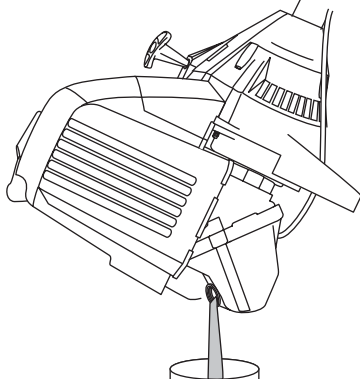

Fig. 30
3. Versez l'huile de l'orifice de remplissage dans un récipient en inclinant l'appareil à la verticale (Fig. 30). Allouez assez de temps pour une vidange complète.